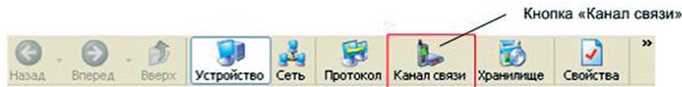

Рисунок 4.2 – Кнопка «Канал связи» на панели инструментов.
4.2 Нажмите на панели инструментов кнопку «Канал связи» (меню «Справочник -> Канал связи») (рисунок 4.2). В результате откроется окно «Справочник», которое показано на рисунке 4.3.